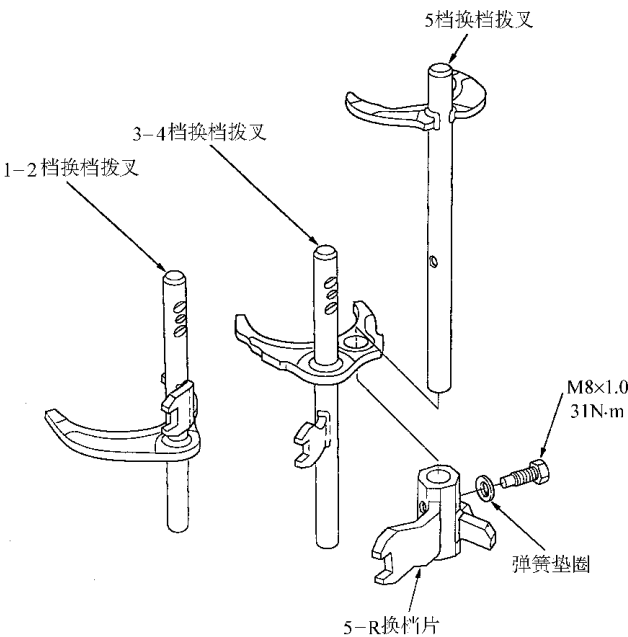

图 4-63 换挡拨叉分解图
5) 在重新安装之前，用溶剂清洗所有的零件，并将其干燥，然后给所有接触面涂上润滑剂。然后按分解图 4-63 所示，安装 1~2、3~4 和 5 档换挡拨叉。